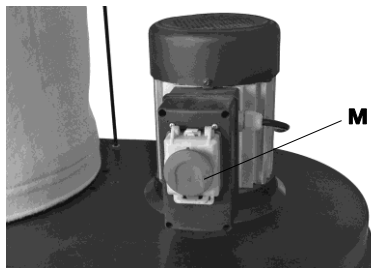

Рисунок 9.
- расфиксировать и открыть крышку выключателя М (рис. 9);